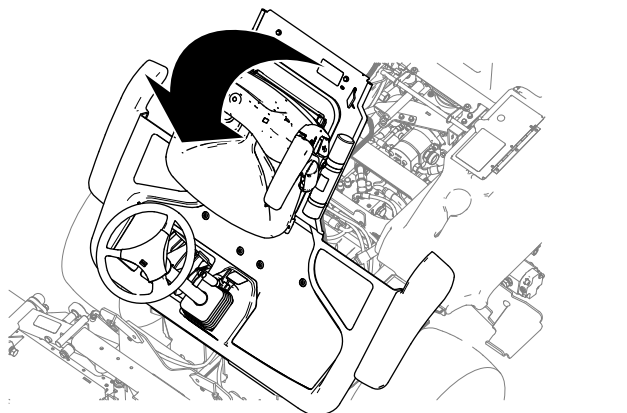

Figura 44
2. Sollevate la piattaforma (Figura 44).